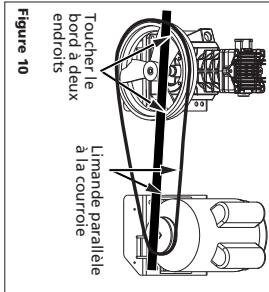

Figure 10
5. Ajuster le volant ou la poulie du moteur afin que la courroie soit parallèle à la limande (Voir Fig. 10).